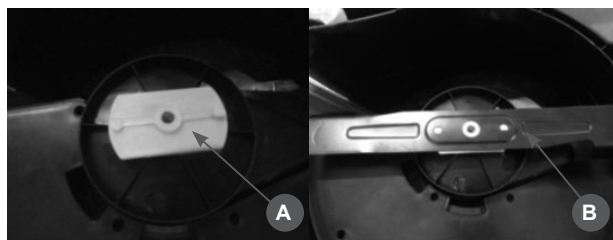

Рис.4
1. Установите адаптер ножа (А) на вал газонокосилки Рис.4.
2. Установите нож (В) на адаптер Рис.4.